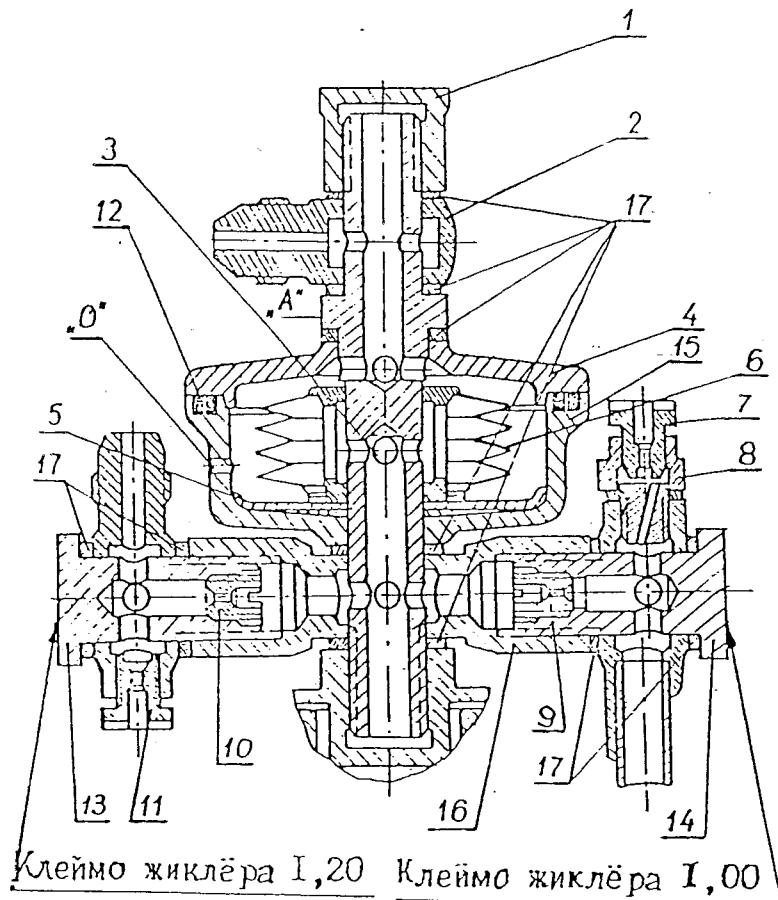

Рис. 6.6. Узел воздушного фильтра и жиклёров насоса-регулятора I серии.
I3.I. На двигателях I серии рис. 6.6.
2. Фильтрующий элемент 6 после очистки должен ставиться на место в указанном на рис. 6.6. положении.